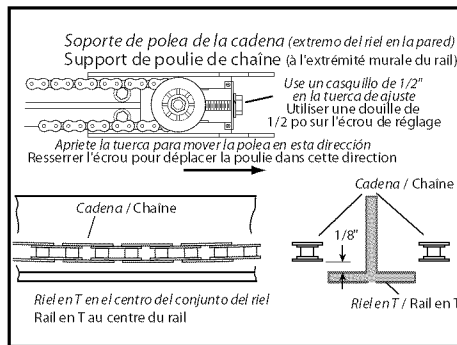

FIG. 1-6 Ajuste de la cadena.
2. Apriete la cadena girando en sentido dextrorso la tuerca de ajuste. La tuerca de ajuste de la cadena está localizada opuesta a la caja de control en el otro extremo del riel (Fig. 1-6).
3. Tense la cadena hasta que la cadena esté aproximadamente 1/8 de pulgada encima de la base del riel en el punto medio del riel (Fig. 1-6).
2. Resserer la chaîne en tournant l'écrou de réglage dans le sens horaire. L'écrou de réglage de la chaîne est situé à l'opposé de la tête motorisée à l'autre extrémité du rail (Fig. 1-6).
3. Resserer la chaîne jusqu'à ce que la chaîne soit 1/8 po au-dessus de la base du rail au milieu du rail (Fig. 1-6).